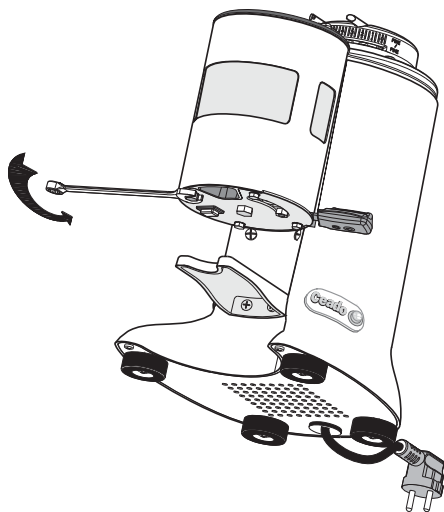

Abb. 9
- 1 Mit einem Schlüssel Nr. 10 die Schraube am Dosiererboden, wie in der Abb. 9 ersichtlich, abschrauben.